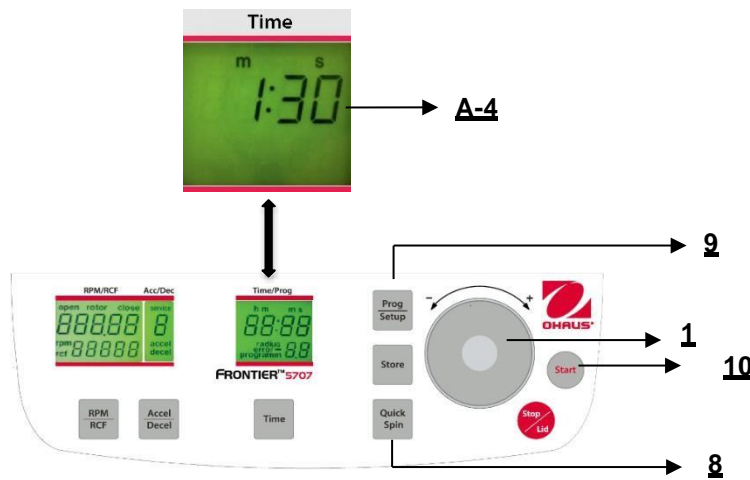

Figura. 24
È possibile avviare la centrifuga con il tasto **"Start"** (10) (rif. figura 24) oppure con il tasto **"Quick Spin"** (8).
**Con il tasto "Start"** (10), si possono avviare cicli salvati oppure cicli con i parametri preselezionati manualmente. Quando è finito il rispettivo tempo ciclo preselezionato, la centrifuga si arresterà automaticamente.